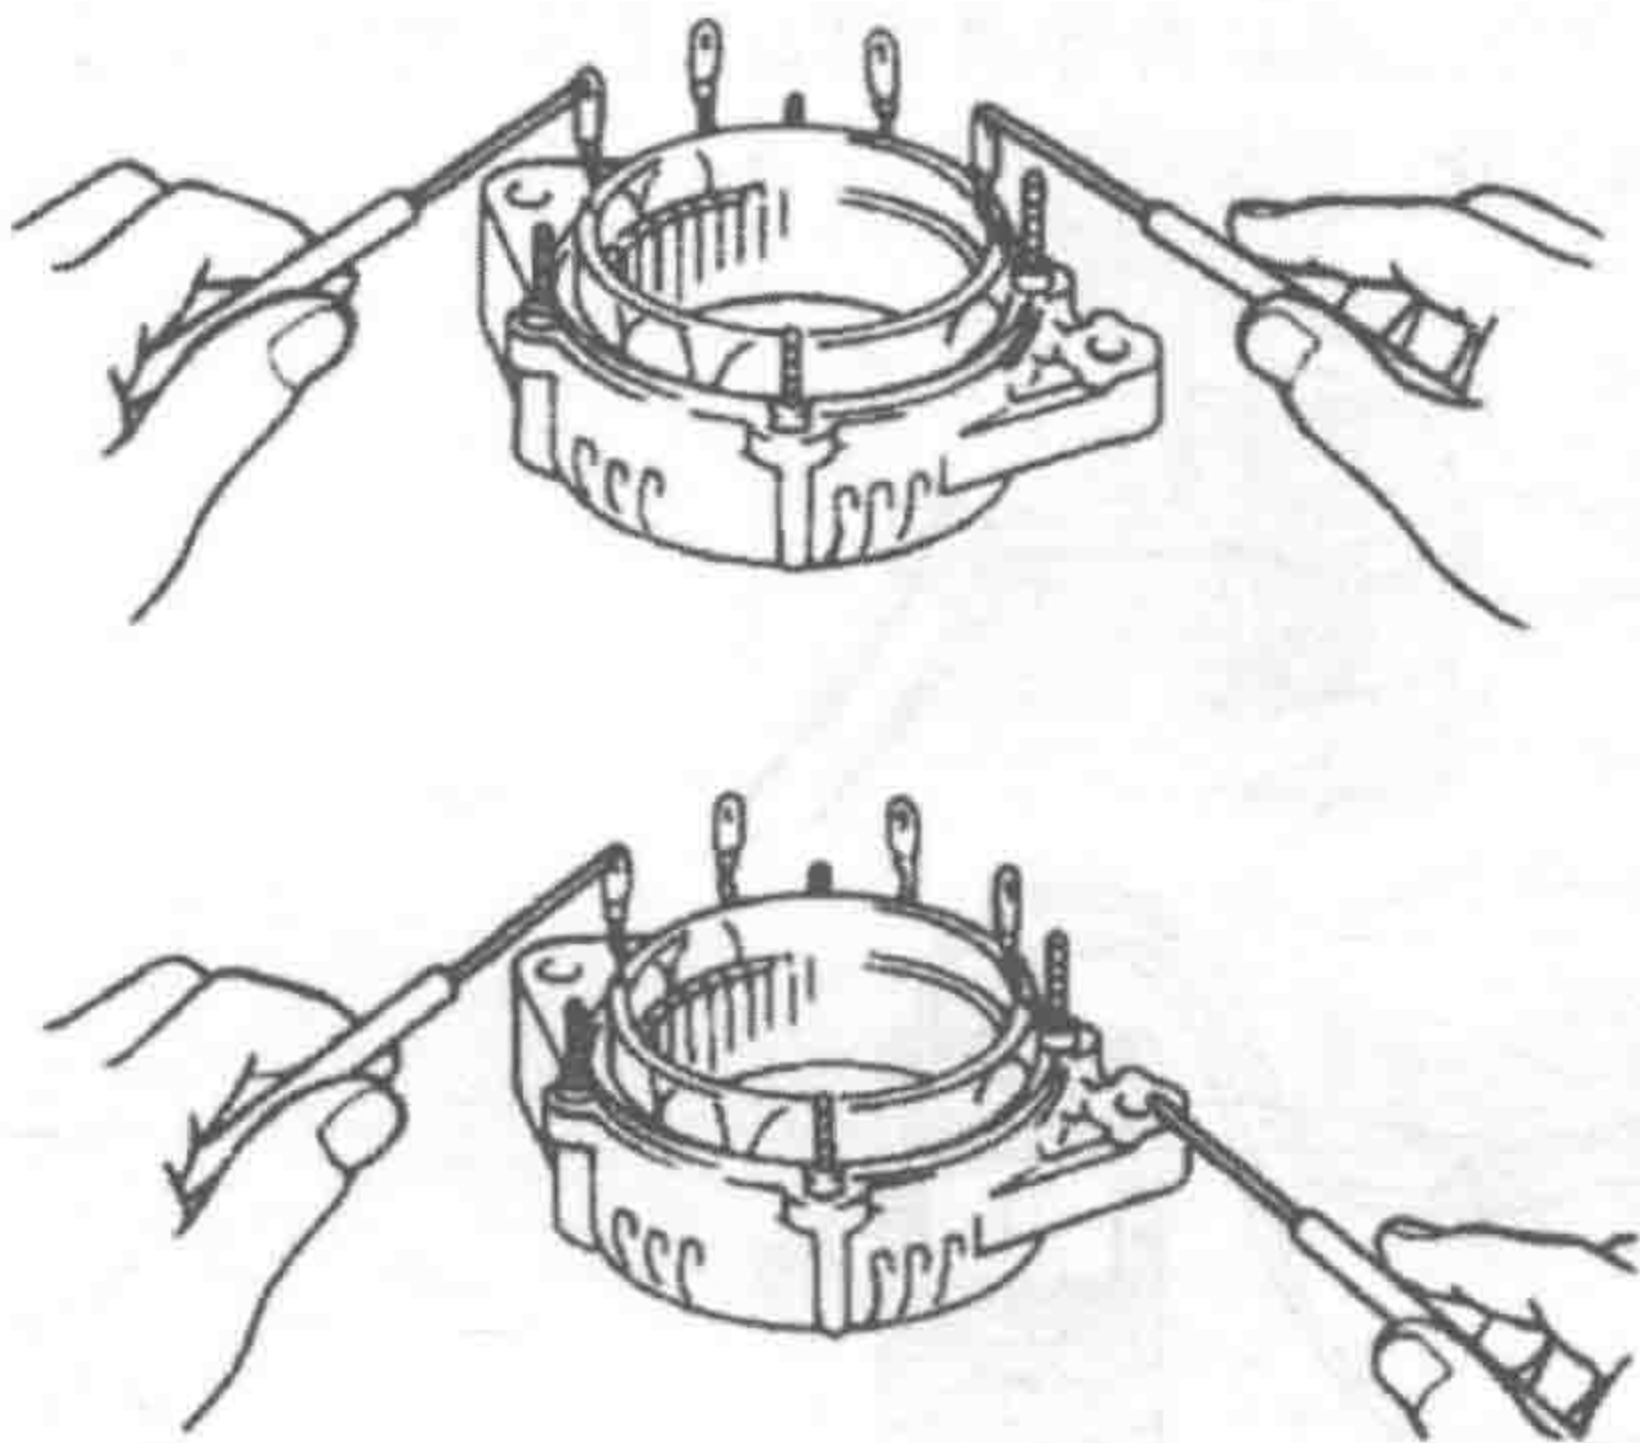

图 1-20 检查发电机定子绕组
(4) 检查发电机定子绕组(图1-20) 使用万用表检查三相定子绕组之间是否导通。用万用表检查三相定子绕组和定子壳体之间的绝缘。